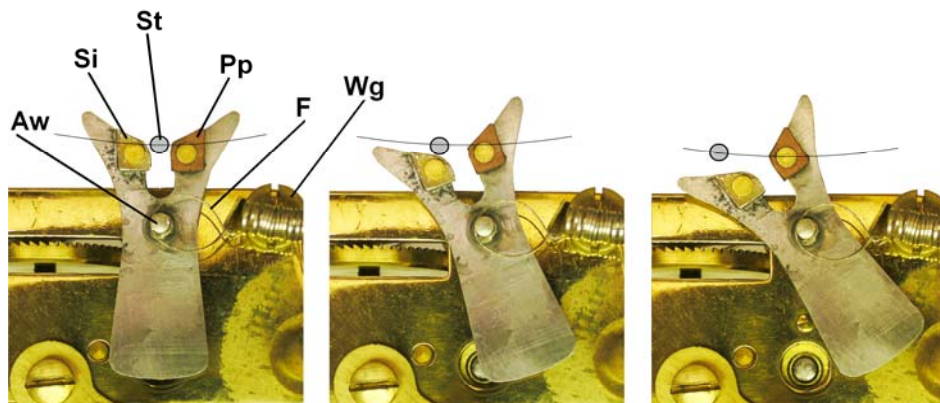

Abbildung 4
Die Kontaktanordnung in Abbildung 4 im Detail: Der Ankerkörper ist aus Metall, zur Verbesserung des Kontaktschlusses ist eine Seite des Ankers mit einer Silberplatte belegt **Si**. Die andere Seite des Ankers ist isolierend. Das Pertinaxplättchen **Pp** sorgt dafür. Bei einigen Uhren ist der ganze Anker aus Kunststoff, nur das Silberplättchen sorgt für den Kontaktschluss. Bei anderen Modellen wurde der Ankerkörper aus Metall vom eigentlichen Silberkontakt durch Hartpapier isoliert. Der Kontaktstift **St** ist auf der Pendelstange befestigt und greift mit 2/3 seines Durchmessers in den Anker. Auf der Welle des Ankers sind die Transportklinken befestigt, die das Klinkenrad weiter befördern.
- Der Kontaktstift muss von der Höhe her zu 2/3 in die Gabel eingreifen. Greift er zu tief ein, prellt die Uhr, weil der Kontakt zu lange geschlossen ist. Ist der Eingriff zu seicht, reicht die Pendelschwingung nicht aus, und die Uhr läuft nur sehr schwach und schaltet das Räderwerk nicht immer weiter. Siehe dazu Abbildung 4.
- Die Silberfeder, die den Kontakt des Ankers mit dem Werkgestell herstellt, muss sich mit ihrer großen Öse in der Nut des Ankers abrollen. Siehe dazu Abbildung 4. Bei den 3 Bildern ist das Abrollen gut zu sehen.